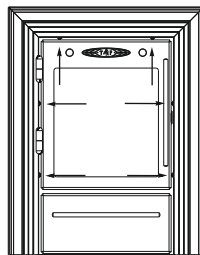

Рисунок 4. Места установки саморезов
- 1) Открутить саморезы 6 шт., которыми прикрепляется дверка с рамкой к топливнику и снять ее (см. рисунок 4)